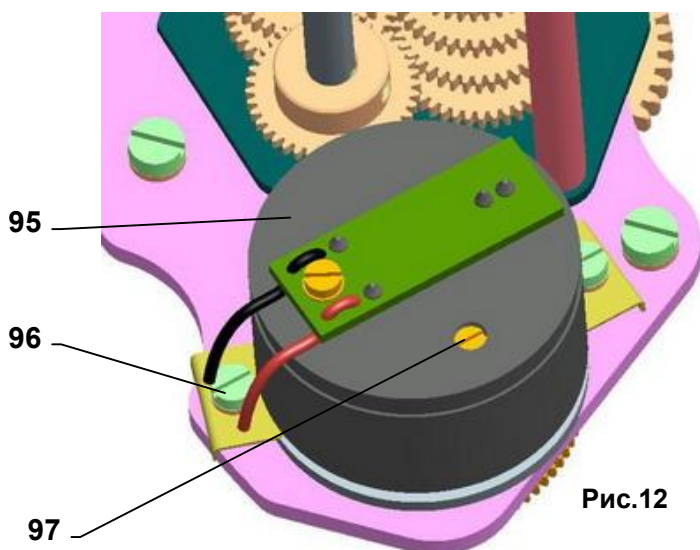

Рис.12
4.7 Установка емкостного датчика (рис.12)